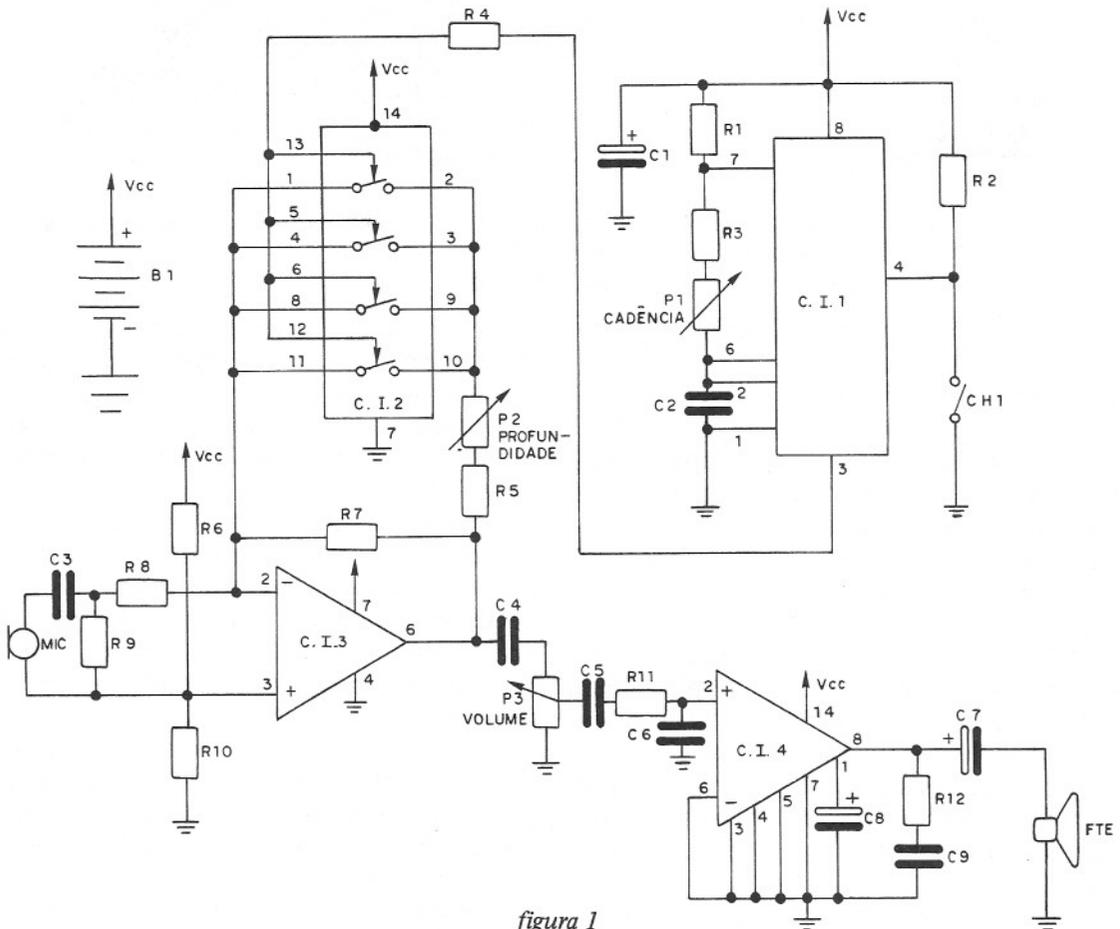

figura 1
Pela figura 1 concluímos que o circuito nada tem de complexo, até pelo contrário! Ele é deveras simples, ainda que nesse diagrama não tenhamos fornecido o esquema da fonte de alimentação, representada pela bateria B1.
C. I. 1, figura 1, é o nosso "velho amigo" 555 funcionando como um multivibrador astável, cuja frequência de oscilação é fun-
Pelo visto, na saída de C.I.1, pino 3, podemos ter pulsos retangulares, cuja frequência se estenderá desde aproximadamente 31 Hz a 464 Hz (valores teóricos); contudo tais valores podem ser alterados para mais (ou para menos) pela simples substituição do capacitor C2 (figura 1) por um de menor (ou de maior) capacitância, entretanto as experiências realizadas no protótipo mostraram que os melhores efeitos são obtidos com os valores estabelecidos na lista de material.
Estando CH1 na posição indicada pela figura 1 (repouso) é aplicado, via R2, um potencial alto à entrada reciclagem do integrado (pino 4) com o que são possíveis as mencionadas oscilações. Entrementes, se CH1 for ativada, essa entrada recebe o nível baixo (terra ou massa) inibindo assim a ação do multivibrador astável, cuja saída, neste caso, se apresentará a um potencial praticamente nulo.
Os pulsos, ou qualquer outro nível lógico assumido pela saída de C.I.1, são aplicados, via R4, a todas as entradas controle de C.I.2 (figura 1) de tecnologia CMOS, exatamente o 4016.
Esse circuito integrado é uma **quádrupla chave análogo-digital bidirecional** que utiliza transistores MOS como elementos chaveadores. Ao aplicarmos um nível alto (aproximadamente + Vcc) a uma das entradas de controle (pinos 5, 6, 12 ou 13 — figura 1), este faz com que o “contato” associado seja operado, apresentando, entre os terminais de entrada e saída, baixa impedância (da ordem de umas poucas dezenas de ohms).
Pelo exposto concluímos que a operação desses interruptores obedece à cadência estabelecida pelo astável, caso CH1, figura 1, não se encontre ativada quando, en-
Não é necessário ser gênio para perceber que o estágio responsável pela pré-amplificação dos sinais elétricos desenvolvidos pelo microfone, figura 1, corresponde a C.1.3 e componentes associados. O integrado em pauta é o afamado operacional 741 funcionando em modo diferencial, possibilitando assim elevado ganho em tensão; ganho este que aqui está limitado, a priori, pelo elo de realimentação estabelecido por R7.
Então, os sinais elétricos oferecidos pelo microfone são acoplados capacitivamente ao operacional, cuja entrada não inversora (pino 3 — figura 1) se encontra referenciada à metade da tensão de alimentação graças às resistências R6 e R10 de mesmo valor — cabe a R9, de 10k ohms, reduzir a impedância de entrada do circuito. Os sinais ampliados são disponíveis no pino 6 de C.1.3, cujo nível c.c. é praticamente igual à metade do valor da tensão de alimentação devido, como já dissemos, à presença de R6 e R10.
Ora, se o ganho do estágio é função direta de R7 (e de R8) percebemos que, ao dispor um outro elo de realimentação, tal ganho irá variar, no caso para menos, já que este fica em paralelo com o original (R7). Acontece que este outro elo, constituído por R5 e P2, só "entra" no circuito devido a ação de C.1.2, o qual, por sua vez, é comandado pela saída do multivibrador astável; percebemos então que de instante para instante o ganho total do estágio irá variar entre dois limites: o primeiro (e maior) deve-se unicamente à presença de R7; o segundo ao paralelo de R7 com o circuito série R5-P2, este último um potenciômetro (vide figura 1).
Também fica clara a designação dada na figura 1 aos potenciômetros P1 e P2: o primeiro estabelece a cadência da variação automática do ganho e o segundo a profundidade do efeito assim obtido.
Pois bem, os sinais oriundos do pré-amplificador são capacitivamente aplicados a uma das extremidades do potenciômetro P3, figura 1. Uma amostra é extraída do cursor desse potenciômetro sendo aplicada a uma das entradas do amplificador de potência por intermédio da rede C5-R11, cabendo ao capacitor C6 a função de escoar para terra sinais de frequência relativamente alta.
A rede R12-C9 (figura 1) evita a oscilação do amplificador quando do mesmo são solicitados elevados valores de corrente.
O conjunto R1-LED1 é um meio utilizado para indicar que a fonte está ligada, esperando-se alimentação adequada para o aparelho propriamente dito — figura 1. Note que C1 é responsável pela filtragem e que C2 evita ruídos de alta frequência na linha de alimentação.